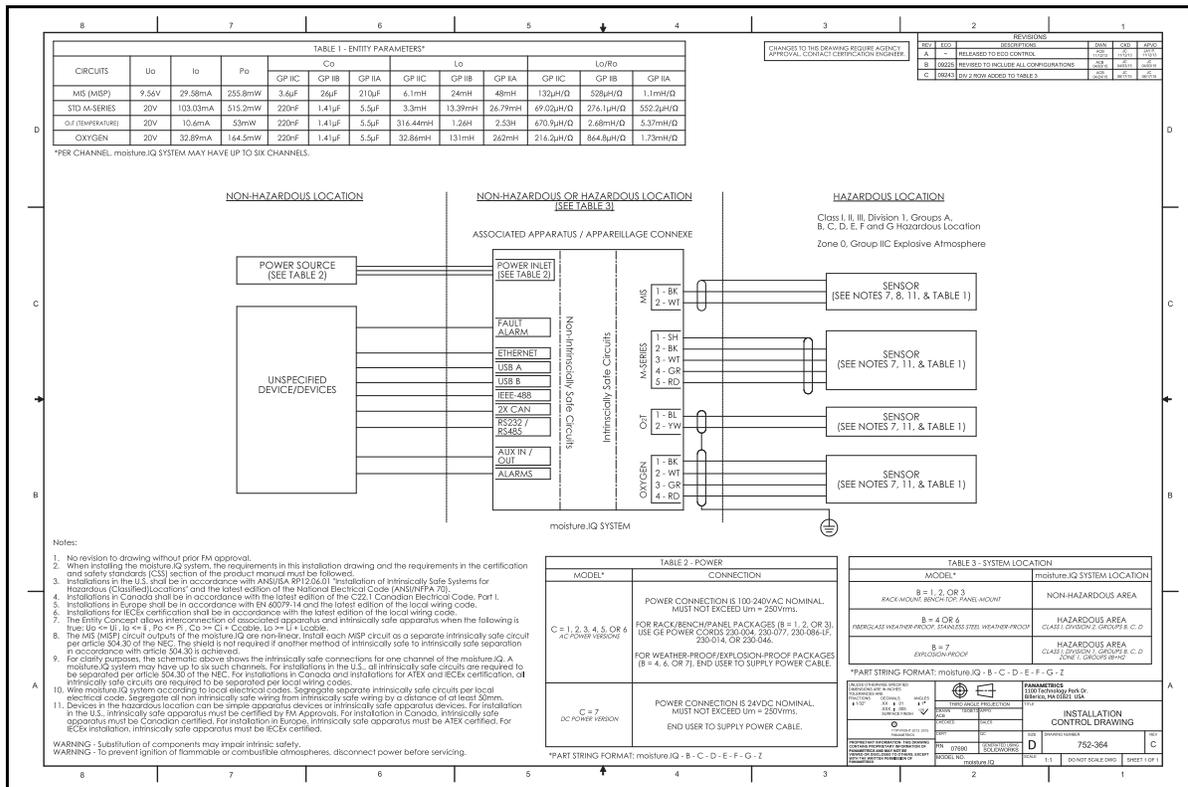
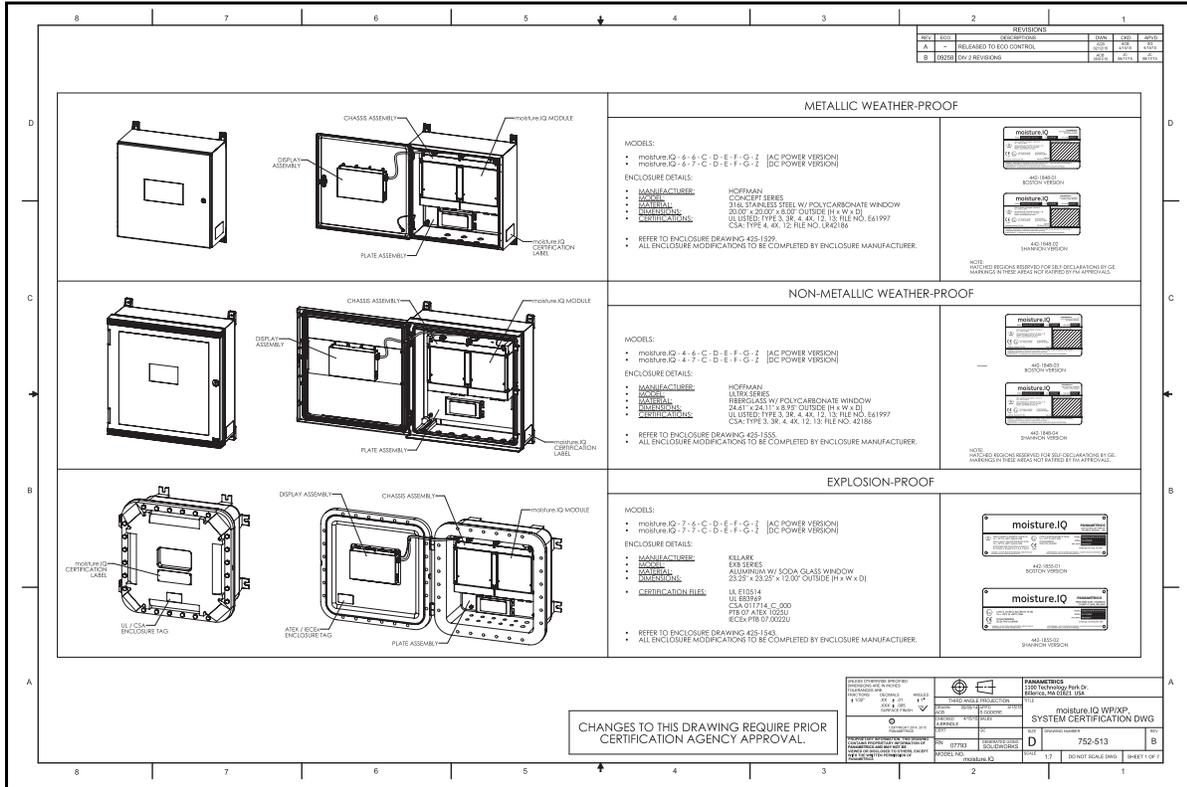

Figure 100: Version sur châssis/banc/panneau - Schéma contrôlé de l'installation (n° 752-364\_revC, page 1 / 1)
Figure 101: Schéma de certification du système WP/XP (n° 752-513\_revB, page 1/ 5)
- Les entrées non utilisées de la version antidéflagrante (XP) doivent être fermées à l'aide d'éléments obturateurs certifiés.
- L'installation doit être conforme au **schéma contrôlé** 752-364 pour la version sur châssis/banc/panneau (voir *Figure 100* ci-dessous) et au **schéma** 752-513 pour la version acier inoxydable à l'épreuve des intempéries (WP), fibre de verre à l'épreuve des intempéries et antidéflagrante (voir *Figure 101* page 150 à *Figure 105* page 152).